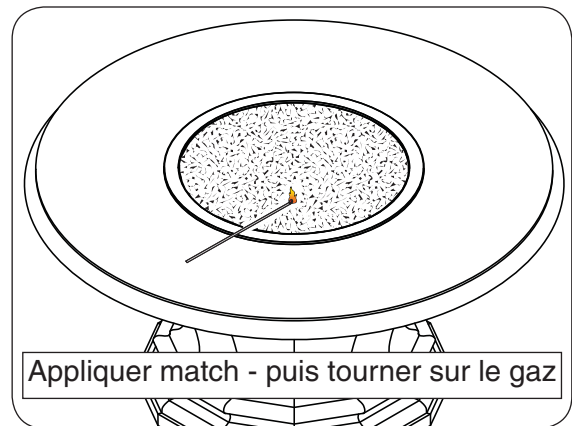

Fig. 30-1
3. Poser une allumettes à tige longue éclairé sur la surface des médias décoratifs près du brûleur (**ne pas tenir le match en main**) ou utiliser un briquet au butane long cou éclairé (Fig. 30-1).